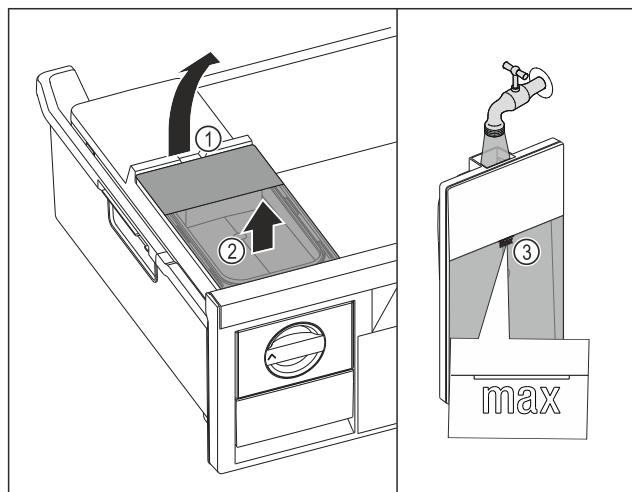

Fig. 126
- Nádržku na vodu nadvihnite za vybranie Fig. 126 (1).
- Nádržku na vodu odoberte nahor. Fig. 126 (2).
- Nádržku na vodu napľňte pitnou vodou po značke Fig. 126 (3).